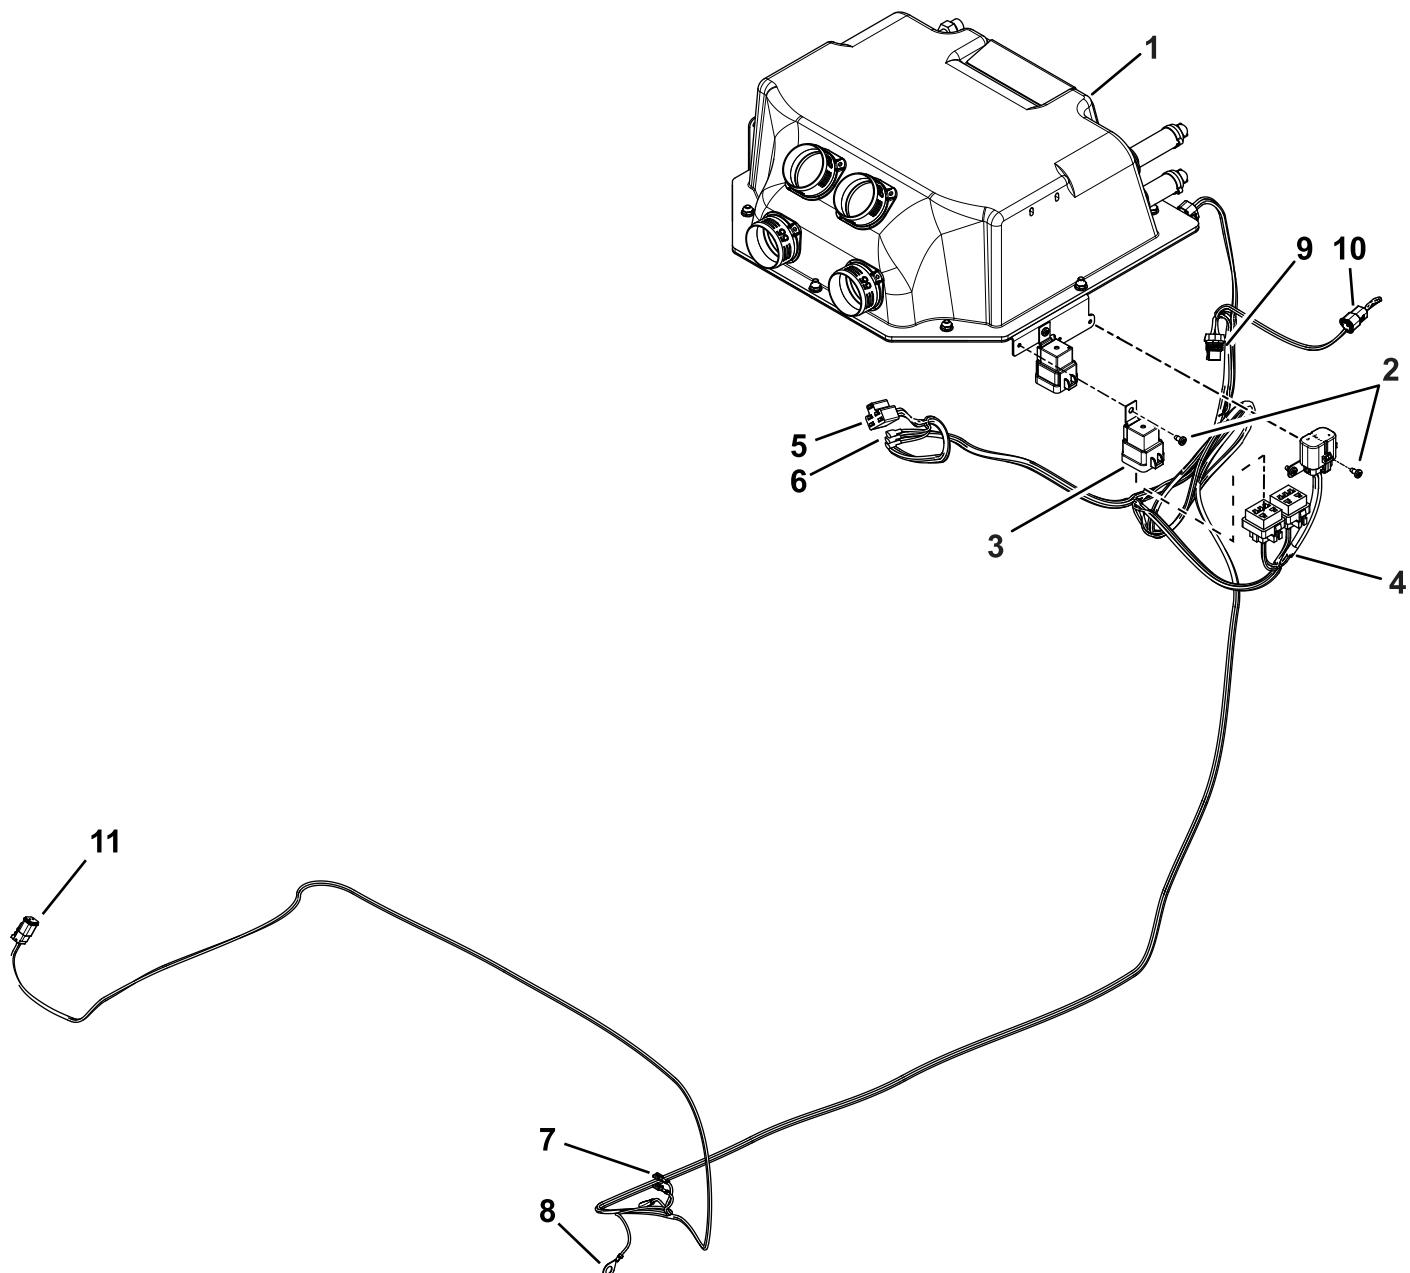
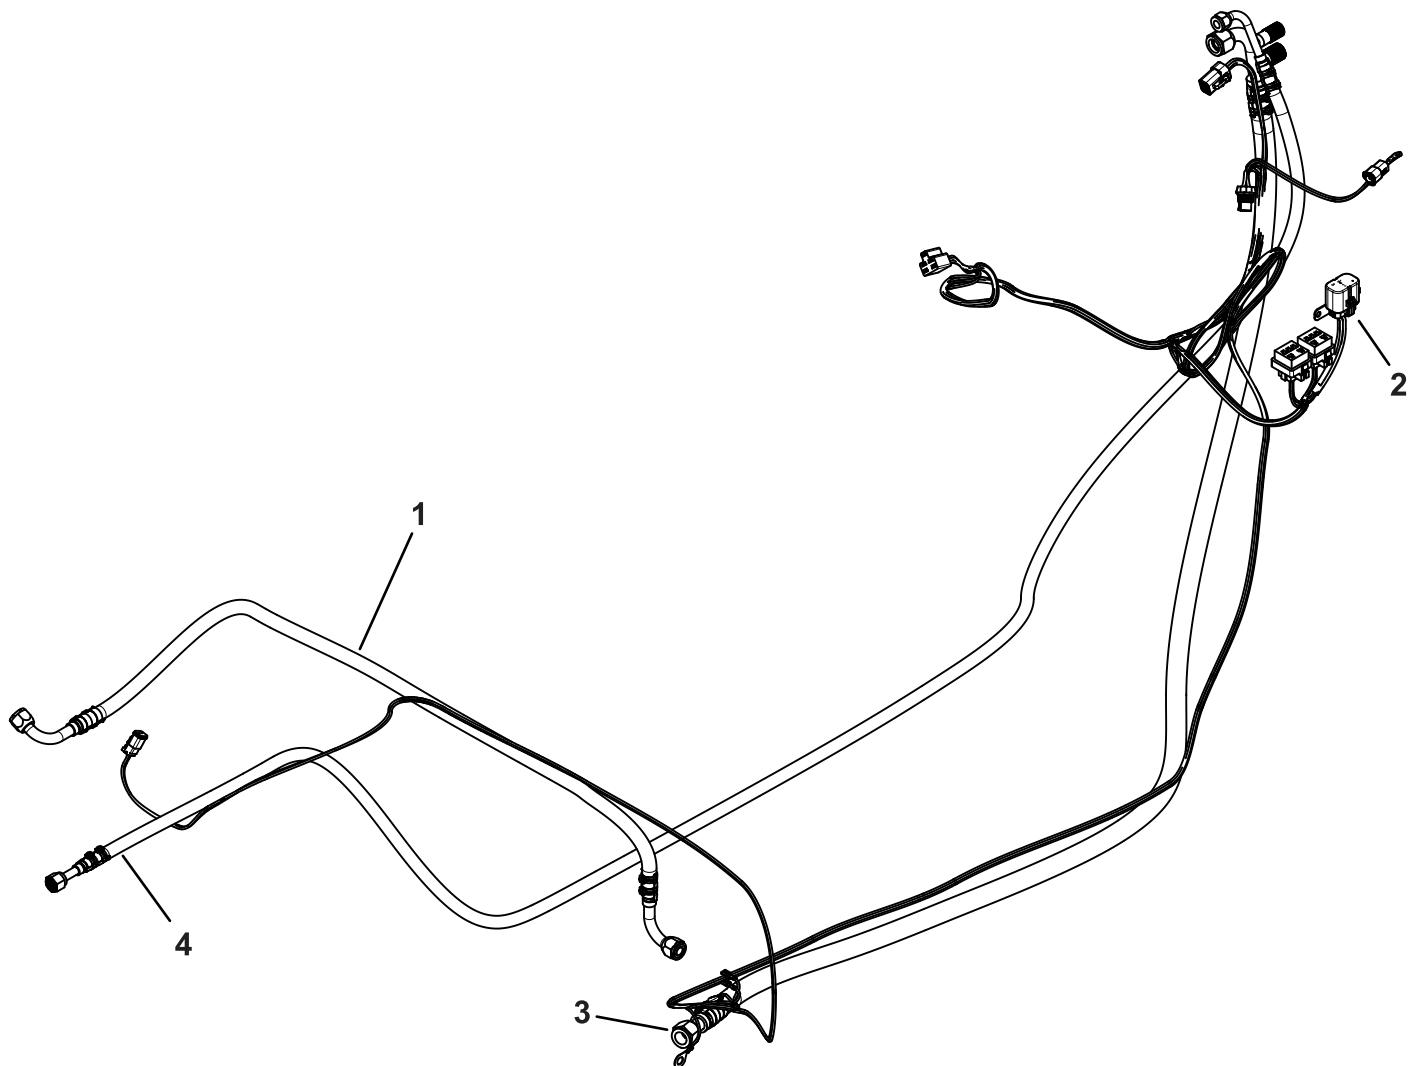

Figura 12
Figura 18
16. Ligue a cablagem do sistema AVAC à cablagem do veículo (Figura 12 e Figura 18).